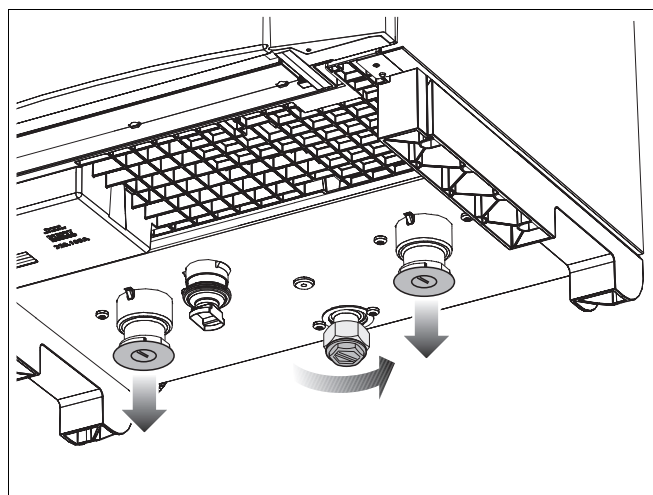

Fig. 10 Verwijderen beschermdoppen
- Verwijder de beschermdoppen (→ fig. 10).